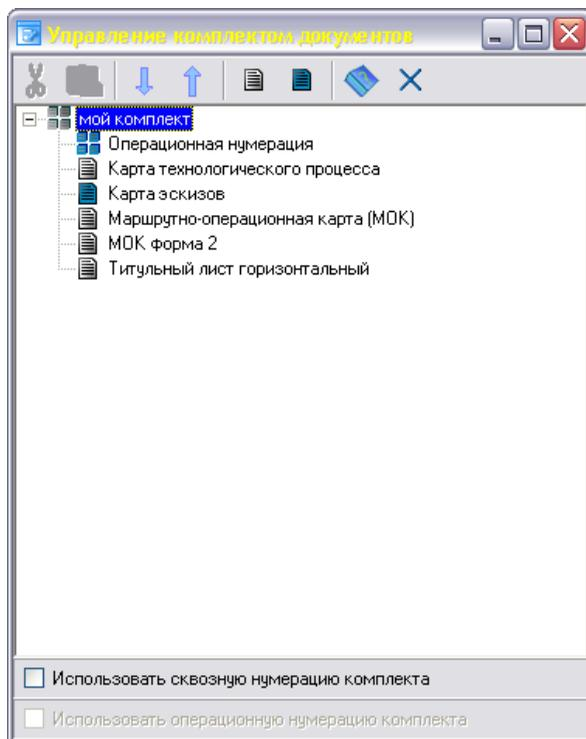

Рис. 4. Окно управления комплектом документов.
3. Нажать кнопку **Комплект** в поле **параметры**, на экране появится диалоговое окно **Управление комплектом документов** (рис. 4), в котором можно менять последовательность расположения карт при помощи кнопок  и .